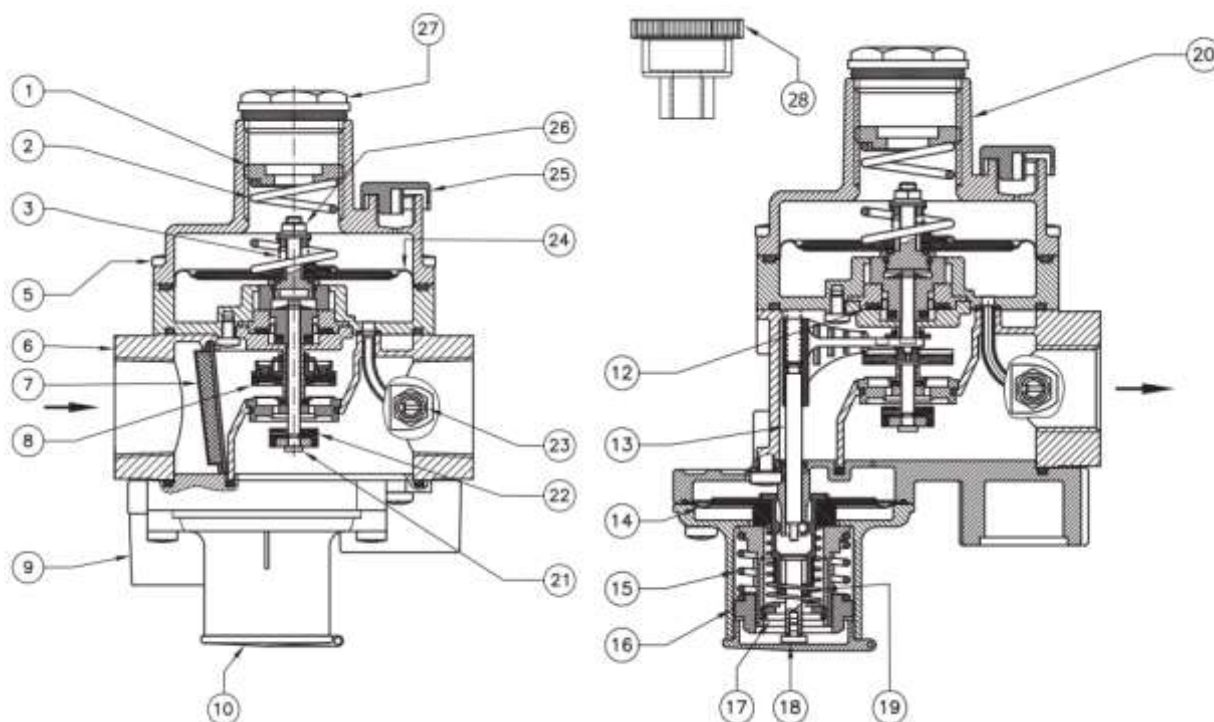

Рис. 1
Регулятор (рис. 1) состоит из: винт настройки выходного давления (1); пружина настройки выходного давления (2); пружина сбросного клапана (3); винты (5); корпус регулятора (6); фильтрующий элемент (7); затвор ПЗК (8); колпачок ПЗК (10); мембрана компенсационная (12); рычаг взвода ПЗК (13); мембрана ПЗК (14); пружина ПЗК избыточного давления (15); винт настройки ПЗК избыточного давления (16); винт настройки ПЗК недостаточного давления (17); шток взвода регулятора (18); пружина ПЗК недостаточного давления (19); воронка (20); рабочий шток (21); обтюратор (22); штуцер отбора выходного давления (23); рабочая мембрана (24); пылезащитный колпачок (25); винт настройки сбросного клапана (26); колпачок регулятора (27); ключ для настройки (28).